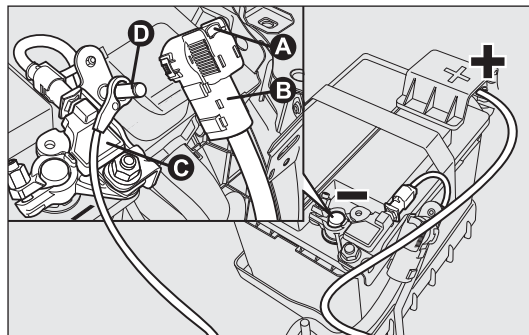

рис. 191
КОМПЛЕКТАЦИИ С СИСТЕМОЙ Start&Stop рис. 191
- нажмите кнопку А – рис. 191, чтобы отсоединить проводник В от датчика С проверки состояния аккумулятора (находится на отрицательном полюсе аккумулятора);